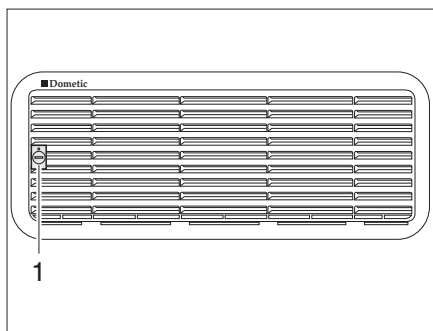
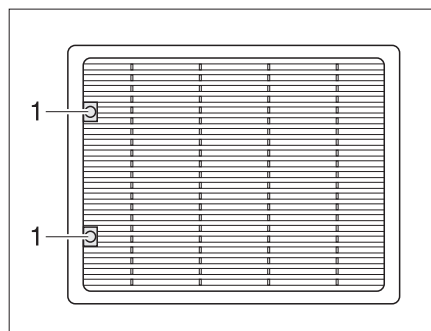

Fig. 137 Grille d'aération du réfrigérateur (Dometic petit)
Fig. 138 Grille d'aération du réfrigérateur (Dometic grand)
- Tourner la vis (Fig. 137,1 ou Fig. 138,1) d'un quart de tour à l'aide d'une pièce de monnaie.